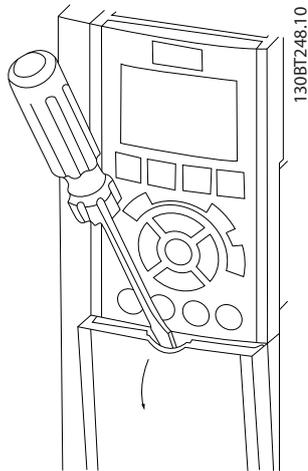
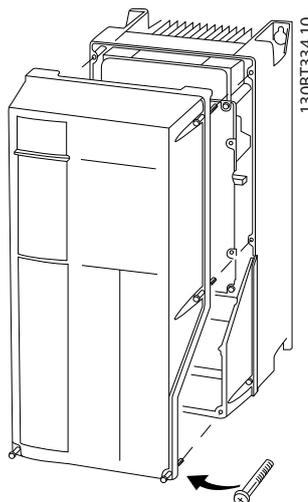

図 4.4 IP20 及び IP21 エンクロージャの配線アクセス
図 4.5 IP55 及び IP66 エンクロージャの配線アクセス
- ドライバーで(図 4.4を参照)、または取り付けネジをゆるめて(図 4.5を参照)、カバーを取り外します。